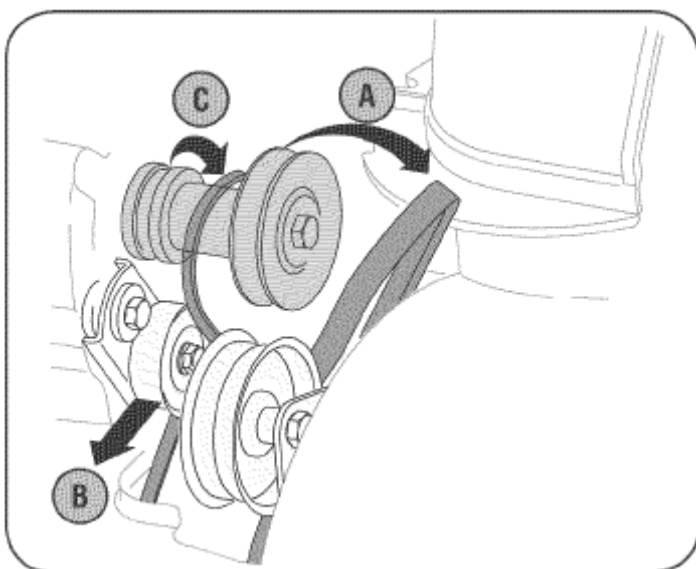

Рисунок 27
3. Демонтируйте ремень следующим образом (см. рис. 27):